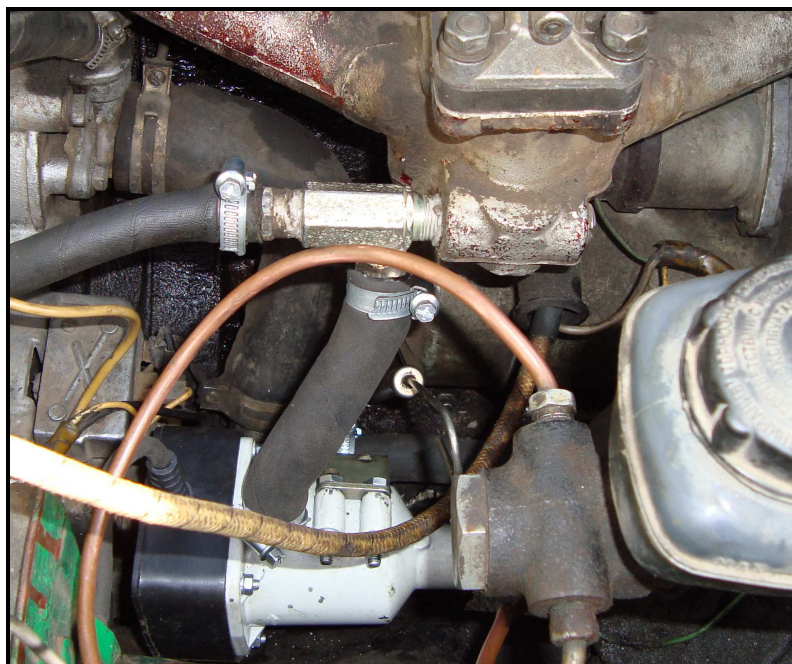

Рис.3. Монтаж кронштейна с электроподогревателем, тройника К 3/8", штуцера К 1/4" и выходного рукава.
Электроподогреватель должен быть установлен в горизонтальное положение выходным патрубком вверх (см. рис. 3), при этом допускается незначительный (не >15 градусов) наклон.
- 3.6. Снять шланг со штуцера, ввернутого во впускной коллектор. Шланг соединяет водяной насос и рубашку подогрева впускного коллектора. Вывернуть штуцер. На резьбу металлического тройника К 3/8" нанести герметик и ввернуть его вместо штатного штуцера, ориентируя боковым отверстием в сторону электроподогревателя. На резьбу штуцера К 1/4 " нанести герметик и ввернуть в боковое отверстие тройника. На резьбу штатного штуцера нанести герметик и ввернуть его в осевое отверстие тройника. Вернуть шланг на место и зажать хомутом (Рис.3).
- 3.7. Выходным рукавом соединить выходной патрубок электроподогревателя и штуцер в тройнике впускного коллектора. Уплотнить соединения хомутами (Рис.3).